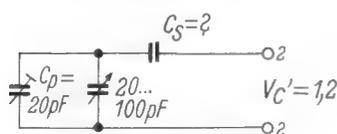

Bild 6. Schaltung zum Beispiel 2 (13) Einfluß des Parallelkondensators  $C_P$
In dem Beispiel 1 (13) möge dem Drehkondensator ein Trimmer mit einer mittleren Kapazität von 20 pF parallelgeschaltet sein (Bild 6). Wie groß ist jetzt der Serienkondensator zu wählen?